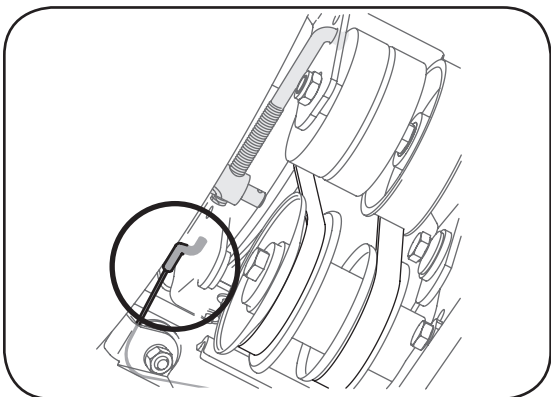

Figure 27
6. Tirez le support du train vers le gilet de guidage du câble et décrochez le raccord en «Z» du câble de la tarière. Voir la Figure 27.